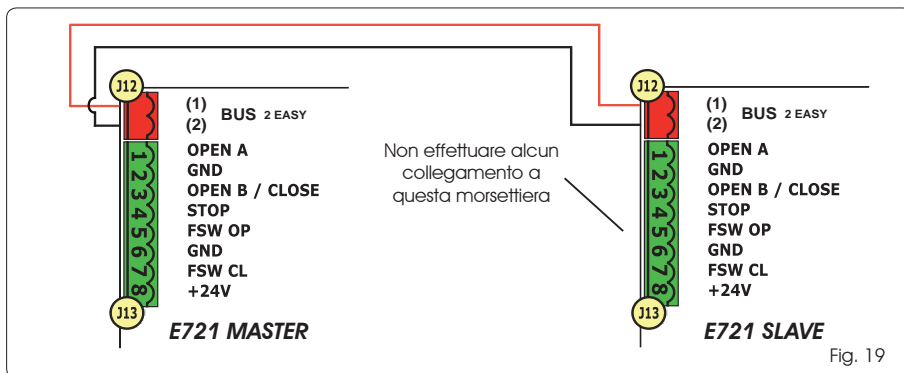

Fig. 19
-  **Il collegamento BUS tra le due schede dovrà essere POLARIZZATO rispettando la sequenza dei poli della morsettiera J12 (POLO (1) - POLO (2)) - (vedi Fig. 19).**